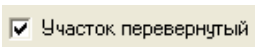

Рисунок 5.54 – Перевернутый участок
- 7) только нечетные из основного и всех подгруженных участков (рисунок 5.54, ж);
Если необходимо перевернуть участок, то ставят птичку в переключателе «Участок перевернутый» (рисунок 5.54). Если необходимо вернуть перевернутый участок к нормальному состоянию, то птичку убирают.